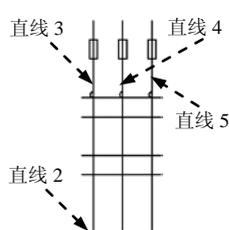

图 17.10.10 延伸直线 (一)
(3) 延伸直线。
① 选择下拉菜单 **修改(M)** → **延伸(E)** 命令。
② 选取图 17.10.10 所示的直线 2 作为延伸的边界边，按 Enter 键结束选取。
③ 选取直线 3、直线 4 和直线 5 作为延伸的对象，按 Enter 键完成操作。